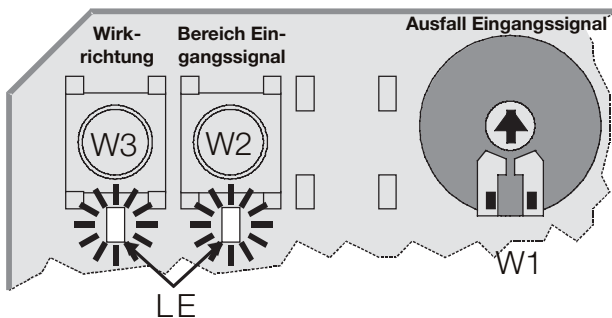

Abb. 1 Taster und Potentiometer (Standardeinstellungen)
* Werkseinstellung; kann durch drücken der rechten Taste (W3) auf der Platine umgekehrt werden (siehe Abb. 1).
Die Wirkungsweise des Antriebs kann durch Drücken des linken Tasters (W3) auf der Platine (Siehe Abb. 1) umgekehrt werden. Wenn die entsprechende LED leuchtet, bedeutet dies, dass der Antrieb bei einem Stellsignal von 0 (2) Vdc einfährt (Werkseinstellung) während eine dunkle LED bedeutet, dass der Antrieb bei einem Stellsignal von 0 (2) Vdc bei einem Stellsignal von 0 (2) Vdc ausfährt.
Der Bereich des Eingangssignals (Y-Stellsignal) kann durch Drücken des rechten Tasters (W2) auf der Platine (siehe Abb. 1) geändert werden. Wenn die entsprechende LED leuchtet, bedeutet dies, dass der Antrieb auf 0...10 V
Mit Hilfe des Potentiometers (W1) auf der Platine (siehe Abb. 1) kann eine Stellung zwischen 0 und 100 % eingestellt werden, die der Antrieb bei Ausfall (z.B. unterbrochene Verbindung) des Stellsignals einnimmt. Werksseitig ist die Position auf die Mittelstellung von 50 % eingestellt.